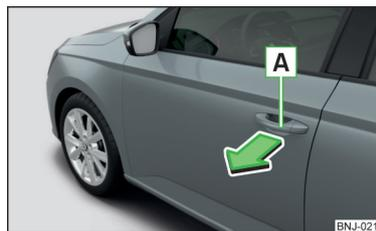

Fig. 39
- » Tirar en el tirador **A** en el sentido de la flecha » fig. 39.